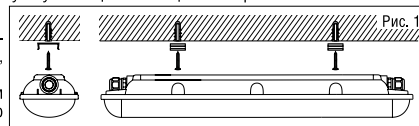

Рис. 1
- Для установки светильника накладным способом монтажа: наметьте место будущей установки светильника и просверлите отверстия, закрепите монтажные скобы, как показано на Рис.1, установите светильник.